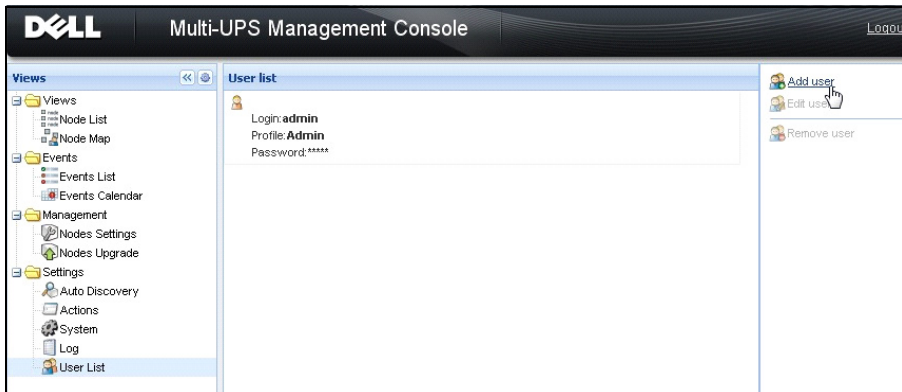

Figura 11. Pagina Elenco utenti
- 2 Selezionare **Impostazioni > Elenco utenti**. Appare la pagina Elenco utenti (vedere Figura 11).